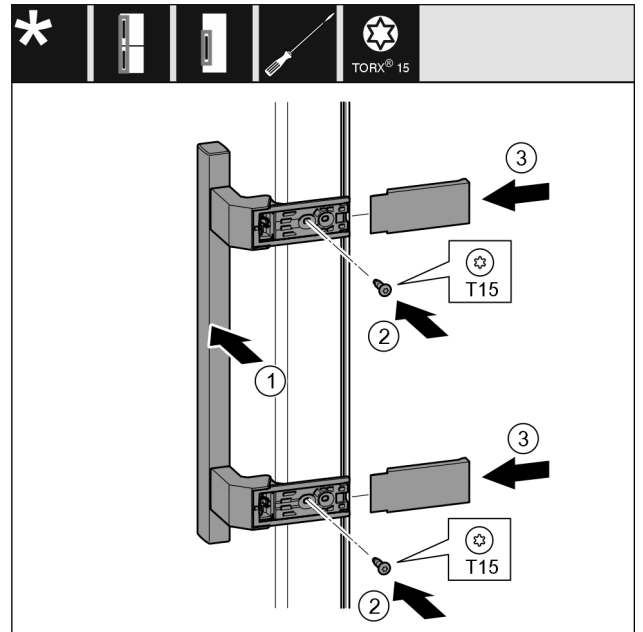

Fig. 26
- ▶ 将把手 Fig. 26 (1) 放到反面。
- ▶ 将螺钉 Fig. 26 (2) 用螺丝刀拧紧。
- ▶ 将盖板 Fig. 26 (3) 放置到侧面并插入。